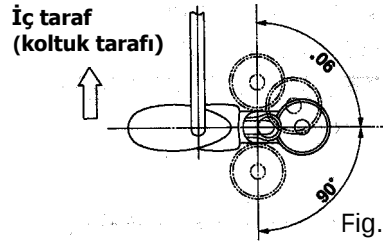

Fig. 3-21 Greşuar Çanağının Dönüşü
(6) Greşuar Çanağı (opsiyonel) (Fig.3-2 & Fig.3-21)